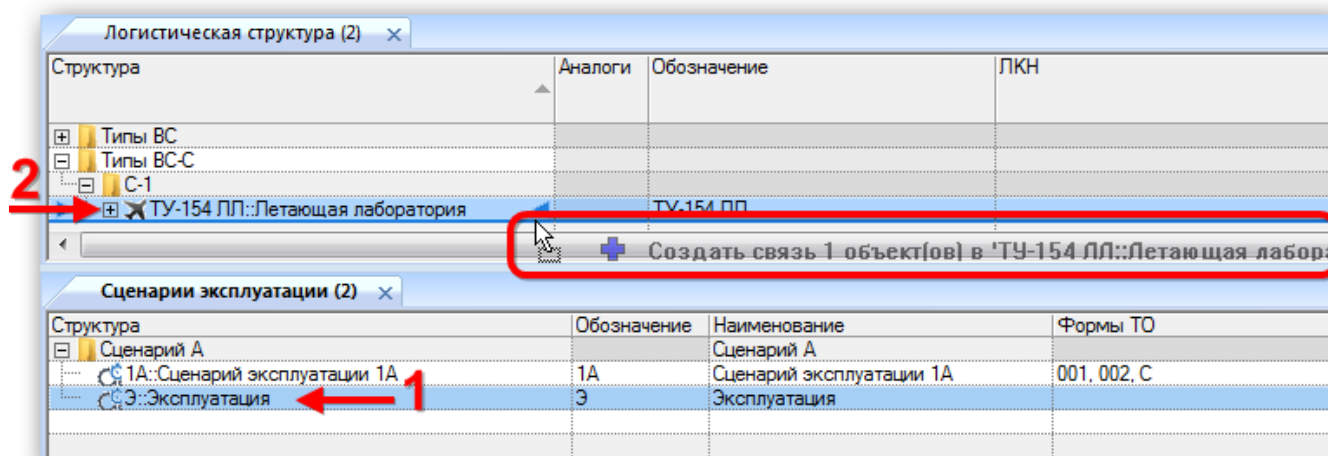

Рис. 10-386 – Создание связи типа ФИ и сценария эксплуатации
4) В открывшемся диалоговом окне нажать «Да» для подтверждения действия (рис. 10-386). В этом случае выбранный сценарий будет удален из всех папок рабочего окна «Сценарии эксплуатации» и из базы данных.